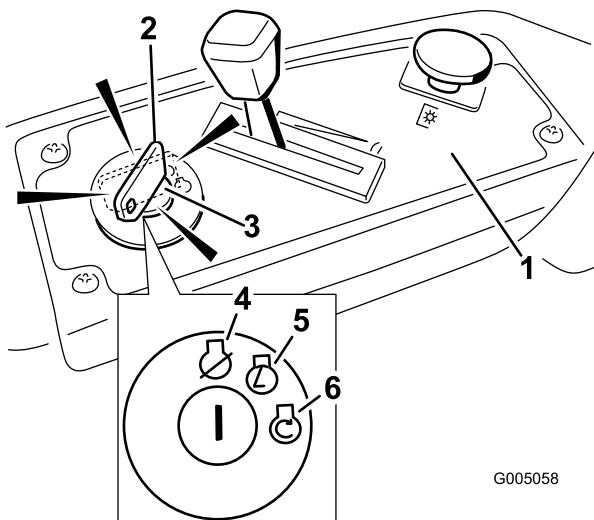

Figure 12
- Tournez la clé de contact en position de démarrage pour activer le démarreur. Relâchez la clé quand le moteur démarre (Figure 12).
2. Placez la manette d'accélérateur entre la position haut régime et la position à mi course (Figure 12).